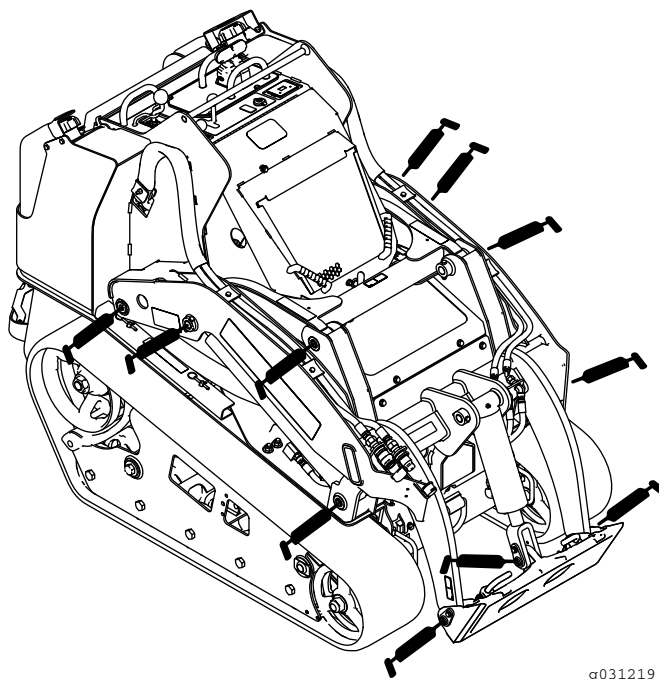
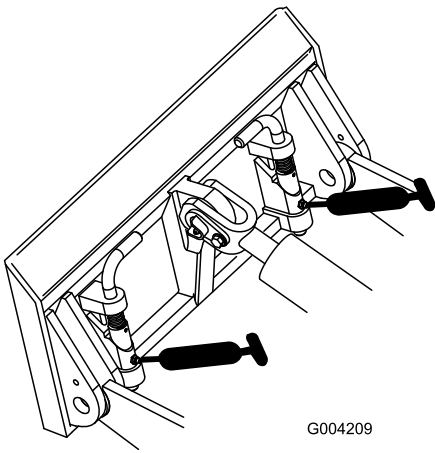
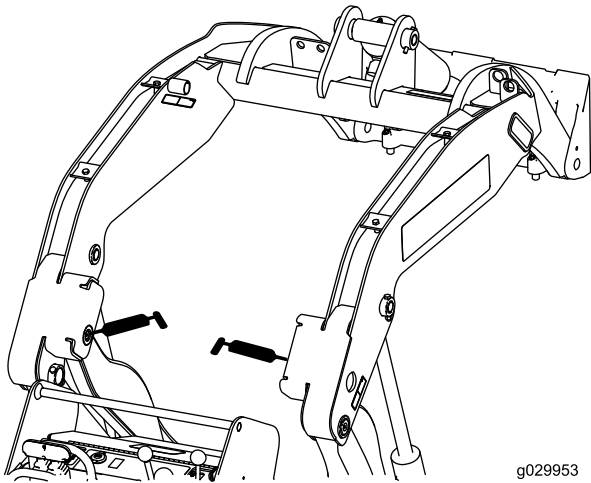

Figure 40
Figure 41
Figure 42
4. Raccordez une pompe à graisse à chaque graisseur (Figure 40, Figure 41 et Figure 42).
**Remarque:** Élevez les bras de la chargeuse avant de graisser les graisseurs ; voir la Figure 42.